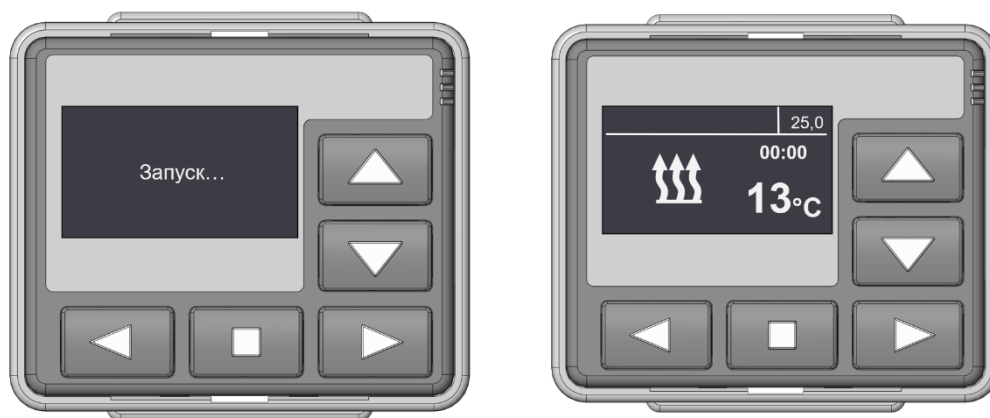

Рисунок 5.40. Запуск подогревателя
- Нажать второй раз на кнопку включения для запуска подогревателя. Исправная работа подогревателя сопровождается характерными звуками горения (свистом) и щелчками, издаваемыми помпой. Режимы запуска и работы ПЖД на дисплейном модуле представлены на рис. 5.40.